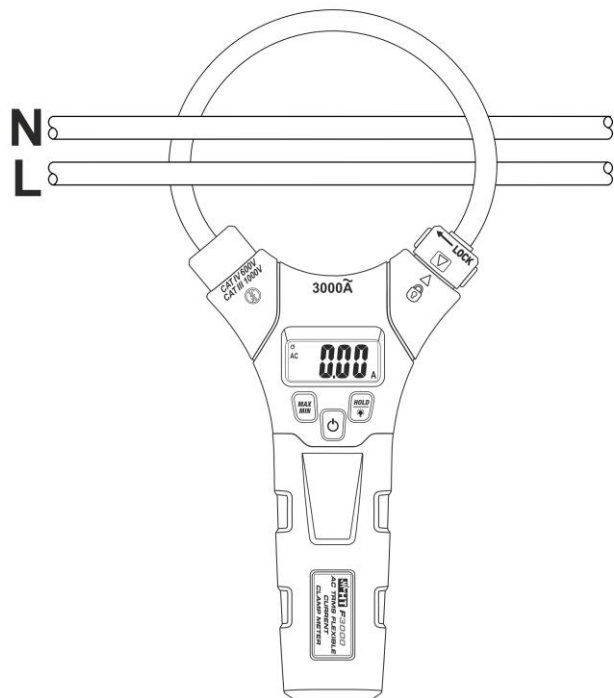

Fig. 3: Uso del instrumento para la medida de corriente CA
2. Abra el toroidal e inserte el cable de fase en el centro del mismo (vea la Fig. 3). El valor de la corriente se muestra en pantalla